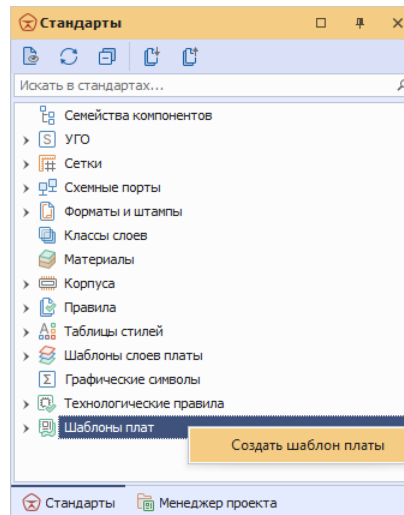

Рис. 128 Создание шаблона платы
2. Вызовите контекстное меню и выберите пункт «Создать шаблон платы», Рис. 128.